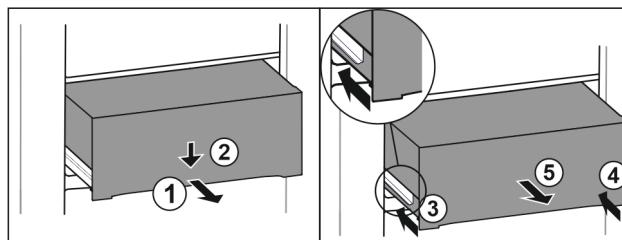

Fig. 131
- Trekk skuffen ut halvveis. Fig. 131 (1)
- Skyv skuffen foran nedover. Fig. 131 (2)
- Sett inn den venstre skinnen ca. 2 cm. Fig. 131 (3)
- Sett inn den høyre skinnen ca. 2 cm. Fig. 131 (4)
- Ta ut skuffen framover. Fig. 131 (5)